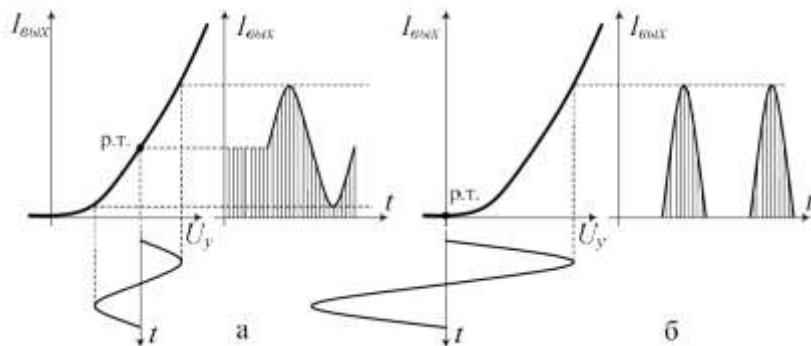

Рис. 1 Выбор рабочей точки усилителя (а – режим А, б – режим В)
**Режим класса А.** Рабочая точка (р.т.), определяющая состояние схемы при отсутствии сигнала, выбирается на линейном участке динамической вольт-амперной (передаточной) характеристики (рис. 1а). Амплитуда входного напряжения  $U_y$  на управляющем электроде активного элемента (базе транзи-
**Режим класса В.** Рабочая точка выбирается в самом начале динамической вольт–амперной характеристики (рис. 1б), в результате чего при отсутствии входного сигнала выходной ток практически равен нулю и выделяемая в каскаде мощность мала. Однако в этом случае каскад способен усиливать только одну полуволну гармонического сигнала (сигналы только одной полярности). При подаче на вход синусоидального сигнала ток в выходной цепи протекает лишь в течение половины периода (в течение другой половины периода активный элемент находится в состоянии отсечки) и имеет форму импульсов. Достоинства усилителя мощности, работающего в режиме класса В, – высокий КПД (до 70%) и большая мощность сигнала в нагрузке, однако форма выходного сигнала искажена из-за нелинейного участка передаточной характеристики.
1) Собрать схему для исследования усилительного каскада в соответствии с рис. 1. Резистор RP3 установить в 200. Подключить канал СН1 осциллографа к входу усилителя, а канал СН2 к выходу усилителя. Включить временную развертку осциллографа. Включить функциональный генератор и установить синусоидальный сигнал частотой 50 Гц, уменьшив сигнал до нуля регулятором амплитуды функционального генератора. Переключить входы СН1 осциллографа на положение «вход закорочен». Включить питание стенда. При токе  $I_B = 0$  установить на потенциометре RP2 = 2 и далее не изменять его при всех экспериментах (не трогать ручку потенциометра RP2);